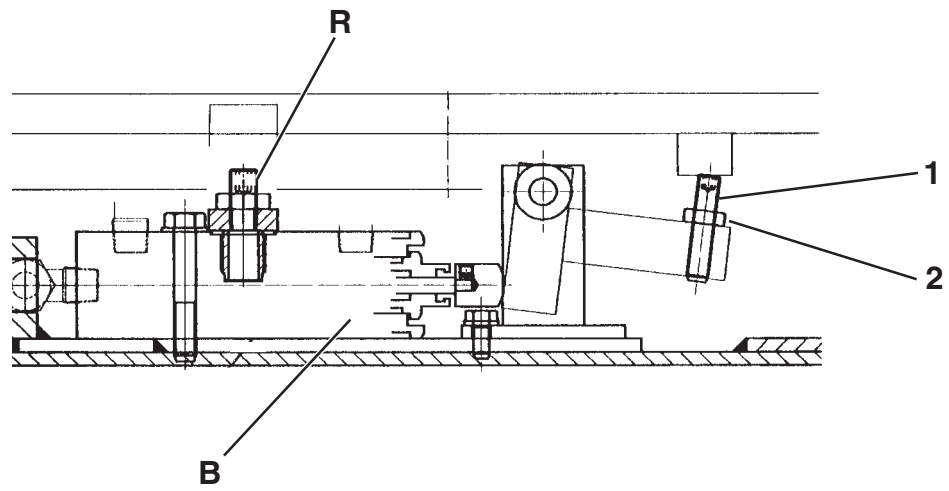
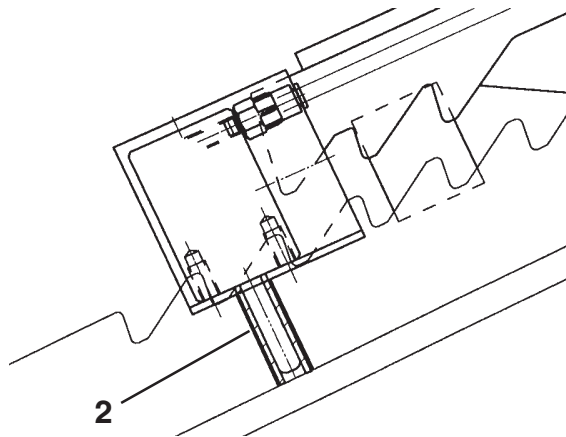
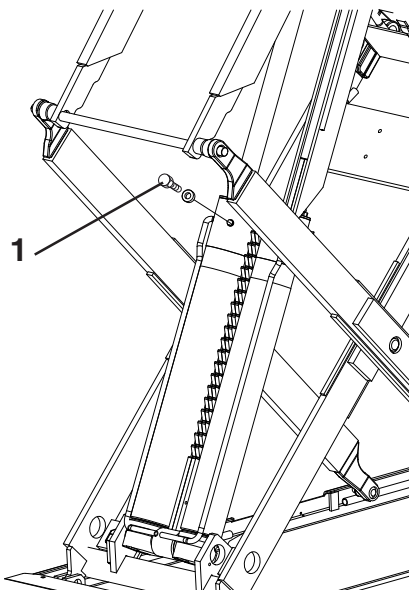

Fig. 15
Fig. 16
Fig. 17
Durante il collegamento dei tubi potrebbe entrare un po' di aria e quindi, per ristabilire il corretto funzionamento, operare come segue: con il rubinetto **R** chiuso, vedi Fig.15, premere il pulsante di salita fino a battuta meccanica pedana **P1** (non importa la pedana **P2**).
Svitare la vite **1** (Fig.17) del cilindro **P1** per spurgare l'aria (può verificarsi la discesa di **P2**) poi riavvitare.
Togliere l'alimentazione pneumatica in modo che l'arresto meccanico del cilindro **P1** rimanga agganciato sull'ultimo dente (cilindro tutto esteso) e inserire sotto l'arresto del cilindro **P2** il distanziale **2** (Fig.16) (tubino Rilsan Ø 8x6 lungo 30 mm) in modo che il cilindro possa scorrere.
Aprire il rubinetto **R** (Fig.15) e premendo il pulsante di discesa
with stopcock **R** closed (see Fig. 15), press the up button until platform **P1** reaches the mechanical stop (the position of **P2** is not important).
Loosen screw **4** (see Fig. 17) of cylinder **P1** to bleed the air (**P2** may drop), then tighten again.
Switch off the compressed-air supply so that the mechanical stop of cylinder **P1** remains fastened on the last tooth (cylinder fully extended) and fit spacer **2** (Fig.16) underneath cylinder **P2** so the cylinder can slide. (Ø 8x6 rilsan tube of 30 mm length). floor. Open stopcock **R** (fig. 15) and press the down button to
Während des Anschlusses der Leitungen könnte etwas Luft eintreten. Zur Abhilfe bzw. Wiederherstellung des einwandfreien Betriebs, wie folgt vorgehen: bei geschlossenem Hahn **R** die Hebesteuertaste drücken, bis es zum mechanischen Anschlag der Fahrschiene **P1** kommt (die Fahrschiene **P2** ist unwichtig). Zur Entlüftung die Schraube **1** (Abb. 17) des Zylinders **P1** lösen (**P2** könnte sich senken) und wieder anziehen. Die pneumatische Versorgung unterbrechen, damit die mechanische Arretierung des Zylinders **P1** am letzten Zahn eingehakt bleibt (Zylinder ganz ausgefahren) und zur Zylindergleitung das Distanzstück **2**, (Abb. 116) (Schlauch aus Rilsan D. 8x6, 30 mm lang) unter die Arretierung des Zylinders **P2** einsetzen. Den Hahn **R** (Abb. 15) öffnen und über die Senksteuertaste **P2** bodeneben
Lors du raccordement des tuyaux, de l'air pourrait s'introduire dans le système, il faut donc opérer comme suit pour rétablir le bon fonctionnement: le robinet **R** (voir Fig. 15) doit être fermé; actionner la montée autant qu'il faut pour mettre le chemin de roulement **P1** en sa position de butée mécanique (la position du chemin de roulement **P2** n'est pas importante).
Desserrer la vis **1** (Fig. 17) du vérin **P1** pour purger l'air (il peut arriver que **P2** descende), puis resserrer.
Supprimer l'alimentation pneumatique de manière à ce que l'arrêt mécanique du vérin **P1** reste enclenché sur la dernière dent (vérin entièrement ouvert) et introduire sous l'arrêt du vérin **P2** l'entretoise **2** (Fig. 16) (tuyau rilsan Ø 8x6 30 mm de long) pour permettre au vérin de coulisser. Ouvrir le robinet **R** (Fig.
Durante la conexión de los tubos podría entrar un poco de aire y por este motivo, para restablecer el correcto funcionamiento es necesario proceder de la siguiente manera: con el grifo **R** cerrado, ver Fig. 15, presionar el pulsador de elevación hasta el tope mecánico de la plataforma **P1** (no interesa la plataforma **P2**). Destornillar el tornillo **1** (Fig. 17) del cilindro **P1** para purgar el aire (puede comprobarse el descenso de **P2**) y luego volver atornillar. Quitar la alimentación neumática de manera que el retén mecánico del cilindro **P1** se quede enganchado en el último diente (cilindro todo abierto) y colocar debajo del retén del cilindro **P2** el distanciador **2** (Fig. 16) (tubo de rilsan de Ø 8x6 longitud 30 mm) de manera que el cilindro pueda deslizar. Abrir el grifo **R** (Fig. 15) y presionando el pulsador de descenso bajar
fare scendere **P2** fino a terra, poi farla risalire 3-4 volte fino a 50-70 cm da terra. Assicurarsi che in centralina ci sia olio sufficiente. Portare **P2** a 150 cm di altezza e chiudere il rubinetto **R**, fare scendere il ponte di circa 50 cm dopo aver tolto il distanziale **2** (Fig.16) e ripristinato il collegamento pneumatico, poi riaprire il rubinetto **R**. Mettere la **P2** 0,5-1 cm. più bassa di **P1**. Richiudere il rubinetto **R** bloccando con gli appositi controdadi e fare scendere a terra entrambe le pedane. **Staccare lo spinotto A** (Fig.10). Il ponte funziona regolarmente quando partendo da terra ad un'altezza di 10 cm **P2** risulta più alta di **P1** di 1-2 cm.
15) et appuyer sur le bouton de descente pour porter **P2** au sol, le soulever ensuite 3 ou 4 fois de 50 à 70 cm du sol. S'assurer qu'il y ait suffisamment d'huile dans le boîtier de commande. Porter **P2** à une hauteur de 150 cm et fermer le robinet **R**. Faire descendre le pont de 50 cm environ après avoir retiré l'entretoise **2** (Fig. 16) et réactiver l'installation pneumatique, puis réouvrir le robinet **R**. Positionner **P2** à une hauteur inférieure de 0,5-1 cm par rapport à **P1**. Refermer le robinet **R** en bloquant les contre-écrous spécifiques et porter les deux chemins de roulement au sol. **Débrancher la fiche A (Fig. 10)**. Le pont fonctionne régulièrement lorsque, dès la position initiale au sol, après une course de 10 cm, **P2** dépasse **P1** de 1 ou 2 cm.
P2 hasta el suelo, y luego subirla 3-4 veces hasta que llegue a unos 50-70 cm. del suelo. Asegurarse que en la centralita haya bastante aceite. Colocar **P2** a 150 cm. de altura y cerrar el grifo **R**; bajar el puente unos 50 cm. después de haber quitado el distanciador (**2** Fig. 16) y una vez que se ha restablecido la conexión neumática, abrir nuevamente el grifo **R**. Colocar **P2** de 0,5 a 1 cm. más baja respecto a **P1**. Cerrar nuevamente el grifo **R** bloqueando con las correspondientes contratueras y bajar al suelo las dos plataformas. **Desconectar la clavija A (Fig.10)**. El puente funciona normalmente cuando partiendo desde el suelo, a una altura de 10 cm, **P2** es más alta de **P1** 1-2 centímetros.